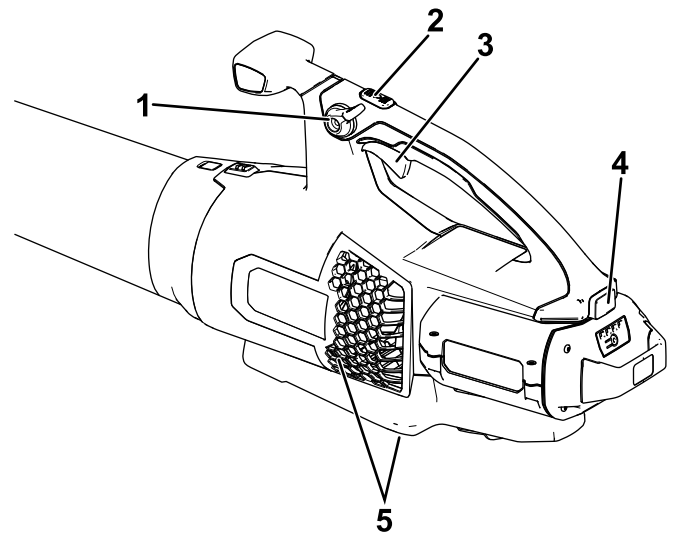

Figura 8
4. Para arrancar el soplador, apriete el gatillo de velocidad variable (Figura 8).
Nota: Active el bloqueo de velocidad para mantener la máquina encendida sin tener que apretar el gatillo de velocidad variable (Figura 8).
Para obtener el máximo rendimiento (velocidad de aire), presione a fondo el gatillo de velocidad variable, luego mantenga pulsado el botón de potencia turbo durante el tiempo deseado (Figura 8).
Para ajustar la velocidad del aire mientras sopla, utilice el gatillo de velocidad variable (Figura 8).
Para mantener la velocidad actual del aire, active el bloqueo de velocidad (Figura 8).
Para apagar el soplador, desactive el bloqueo de velocidad (si lo está usando) y suelte el gatillo de velocidad variable (Figura 8).